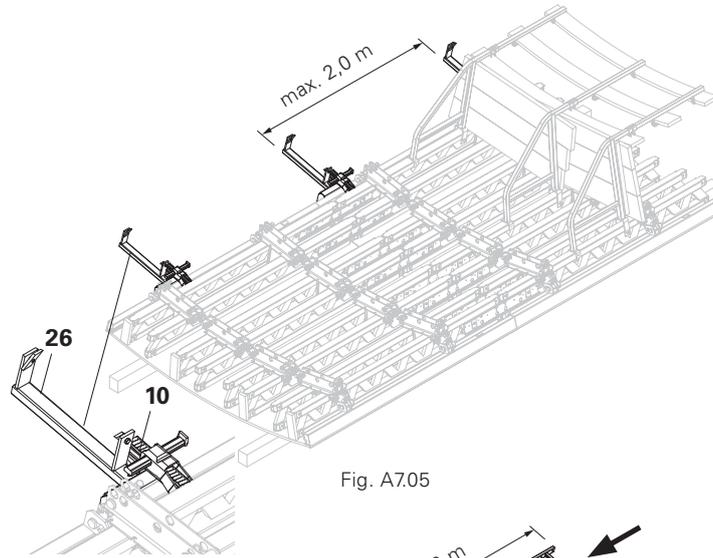

Fig. A7.05
1. Fijar el primer soporte de escalera (26) con cerrojo BFD (10) al extremo superior del perfil de borde. Fijar los demás soportes de escalera cada 2,0 m como máximo en sentido descendente. (Fig. A7.05)
2. Atornillar dos escalerillas 180/6 (27). Deslizarlas desde arriba en el primer soporte de escalera y fijarlas con placas de apriete (28). Vuelo sobre la plataforma más alta 2,0 m.